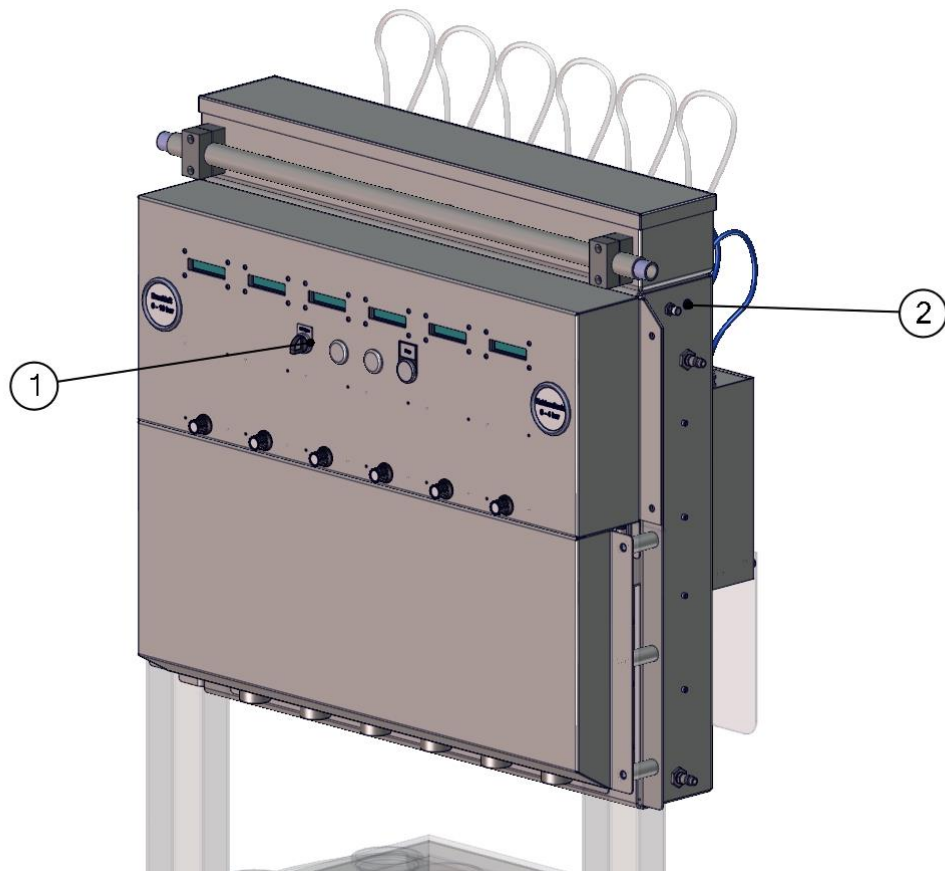

Abb. 12
2. Stecken Sie zum Ableiten des Abwassers einen entsprechend langen Schlauch mit einem Außendurchmesser von 6mm in den CO₂-Überlauf (**Abb. 12/2**).
4. Stellen Sie den Wahlschalter „Reinigen“ (**Abb. 12/1**) auf EIN.